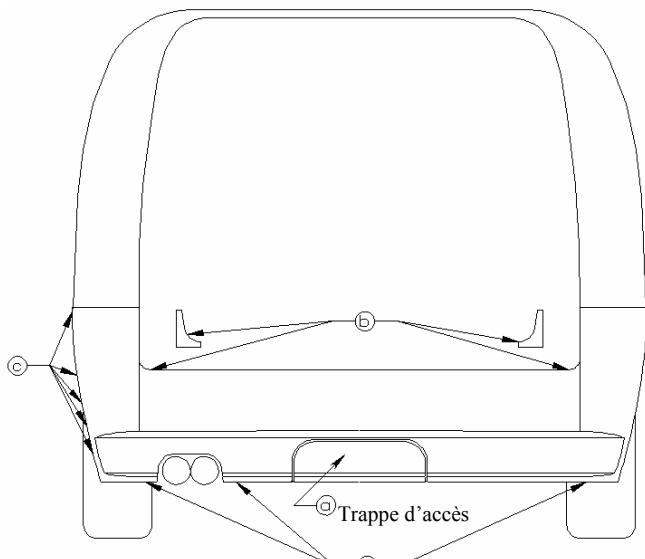

FIGURE 1
1. Enlever le plastique de carénage arrière comme illustré à la **Figure 1**: